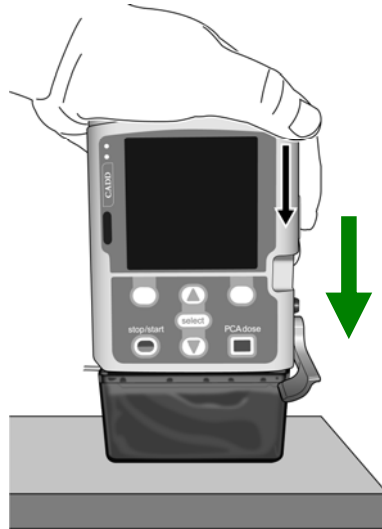

Figure 3
- Placer la pompe verticalement sur une surface dure et plane. Ensuite baisser à fond le levier de fixation de la cassette tout en appuyant sur la pompe en même temps afin de fixer fermement la cassette à la pompe (voir Figure 3).